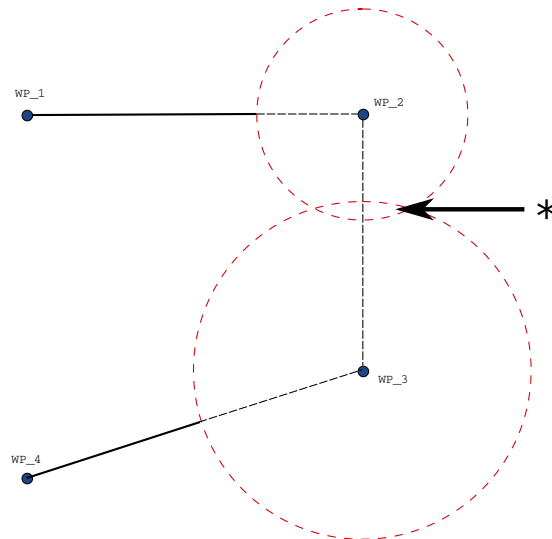

Figur 15.3: Bland over WP\_2 med radius  $r$ , første blandeosisjon ved p1 og siste blandeosisjon ved p2. 0 er en hindring.
**Blandeparametere** I tillegg til vendepunktene, kan blandebanen også påvirkes av flere parametre (se figur 15.3):